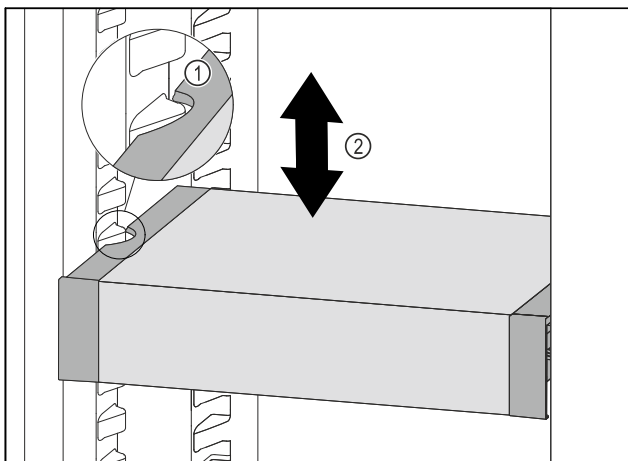

Fig. 58
- ▶ Изтеглете VarioSafe напред, докато страничните прорези на VarioSafe се намират на височината на реброто на съда в хладилната част. Fig. 58 (1)
- ▶ Преместете VarioSafe нагоре или надолу в хладилната част, докато се достигне желаната височина. Fig. 58 (2)